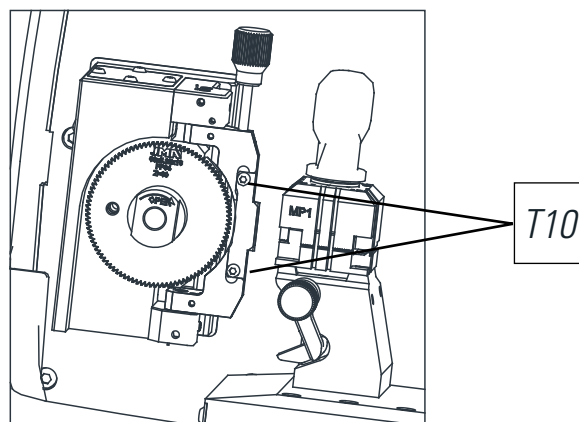

FIG. 25
- 3) Soltar los dos tornillos (T10) que amarran el palpador. (Fig.25)